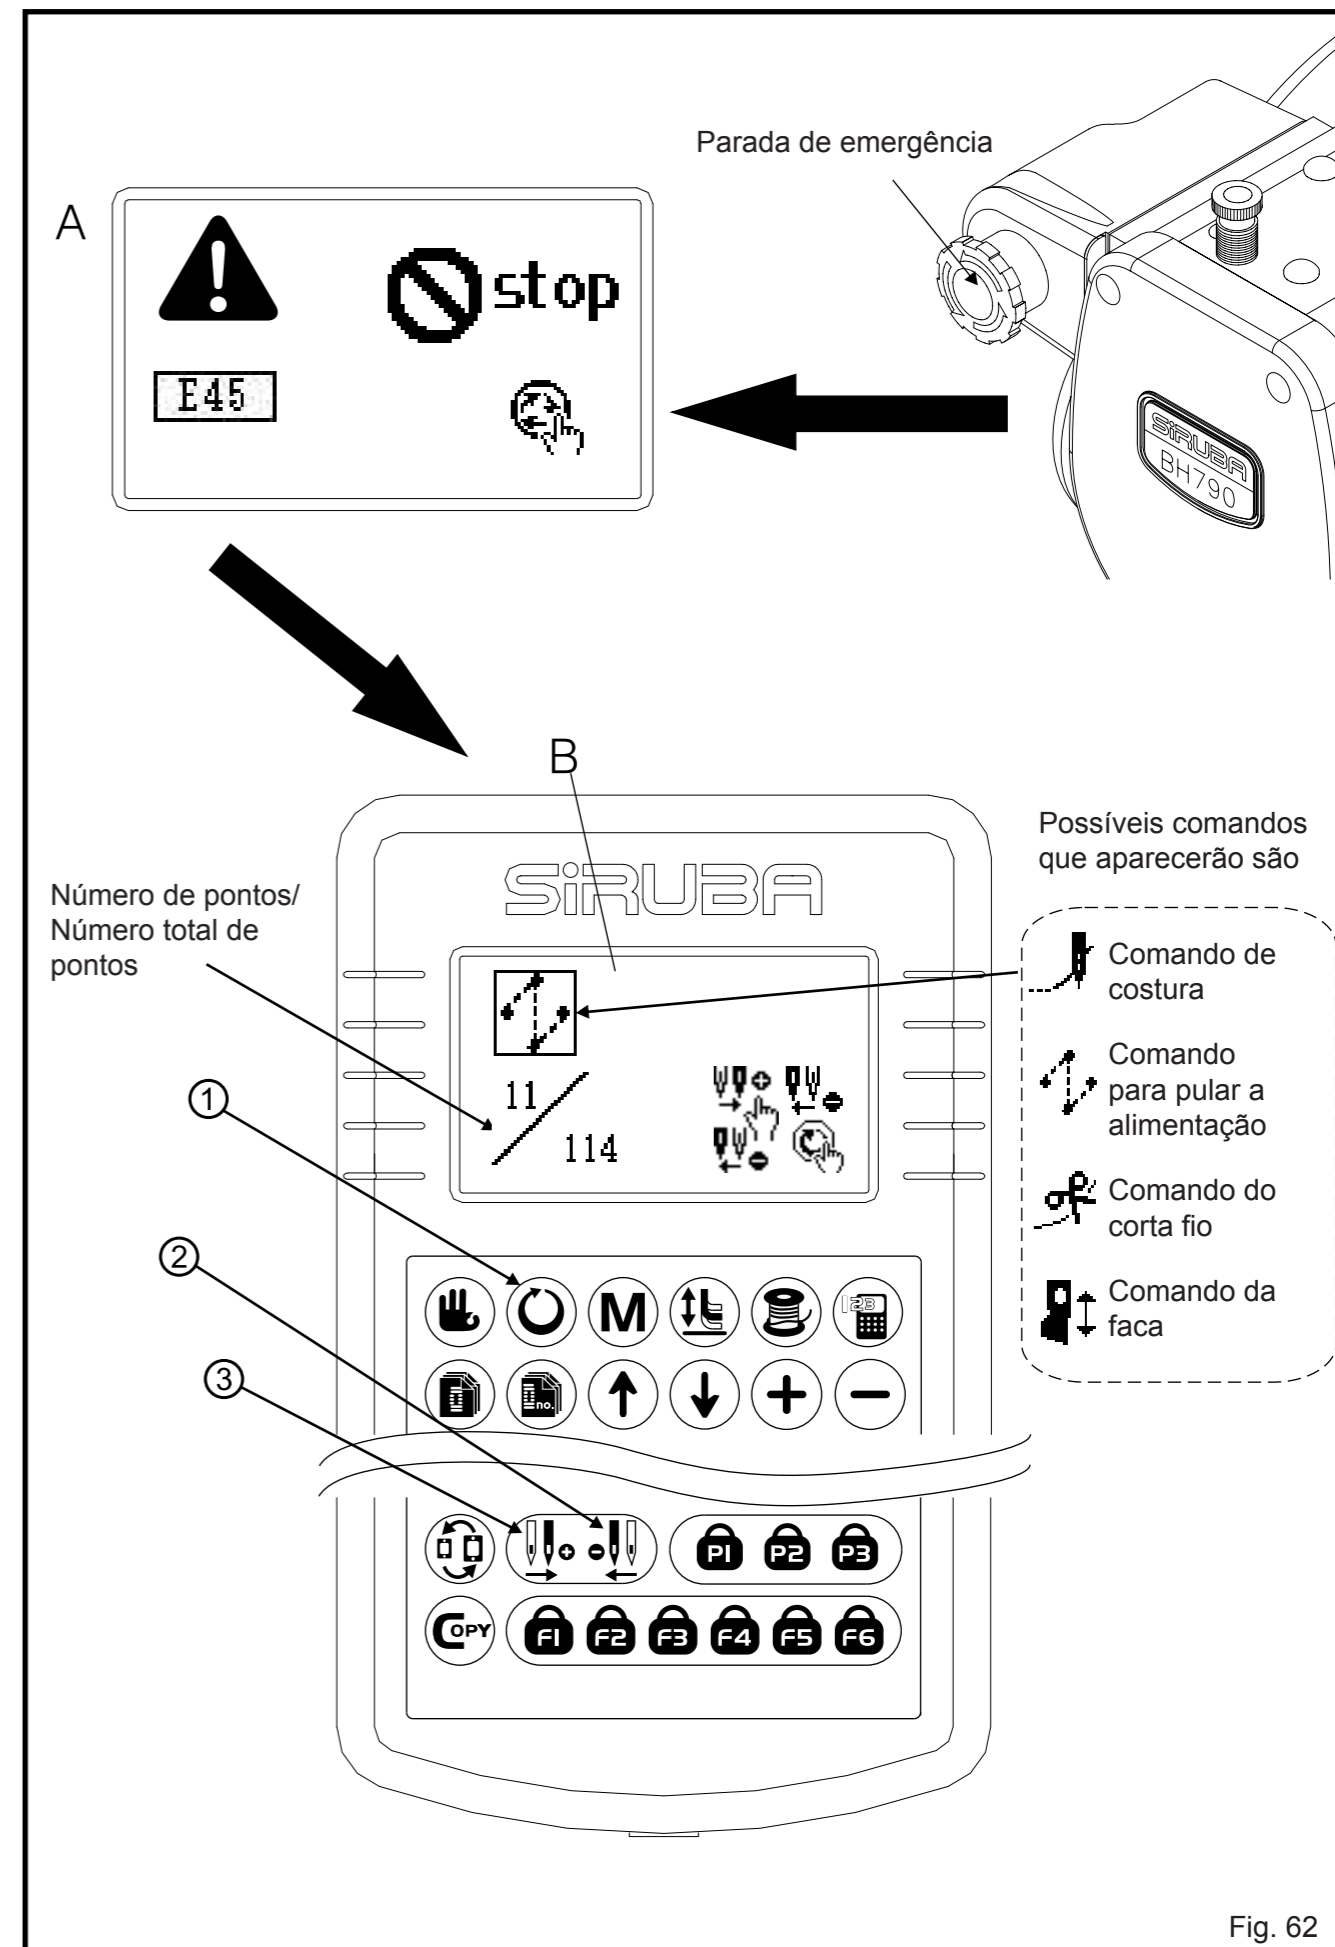

Fig. 62
1. Quando a parada de emergência é pressionada durante a costura, a máquina de costura irá parar imediatamente e suspender. Neste ponto, haverá alguma informação de erro A visualizada na tela LCD que informará que a parada de emergência foi pressionada. (Fig. 62)